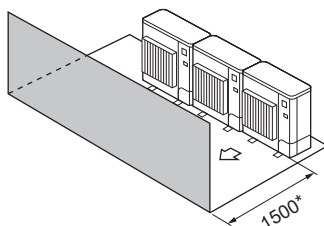

Fig. 2-15
- (3) Obstáculos apenas na parte da frente (Fig. 2-15)
(3) Obstáculos apenas na parte da frente (Fig. 2-15)